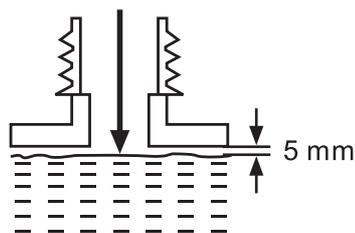

Fig. 5c
6. Remplissez le réservoir avec un mélange huile-carburant correctement dosé, en utilisant un entonnoir muni d'un filtre afin d'empêcher les éventuels résidus de pénétrer à l'intérieur. Évitez de trop remplir le réservoir: laissez un espace d'environ 5 mm entre la surface du carburant et la paroi supérieure du réservoir, afin que le carburant puisse s'étendre (fig. 5c).